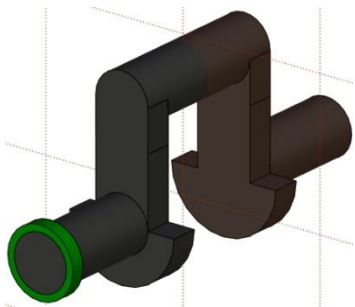

Рис. 2.10 – Соединение КВ
2.5.4 Добавьте «3D Фрагмент»  «лр2 КВ». Задайте для КВ сопряжение  «совпадение» с подшипником по левым крайним граням , а затем сопряжение «соосность» для цилиндрической части коренной шейки КВ и внутренней цилиндрической поверхности подшипника. КВ должен остаться симметричным относительно рабочей плоскости «Вид слева», как показано на рис. 2.10.